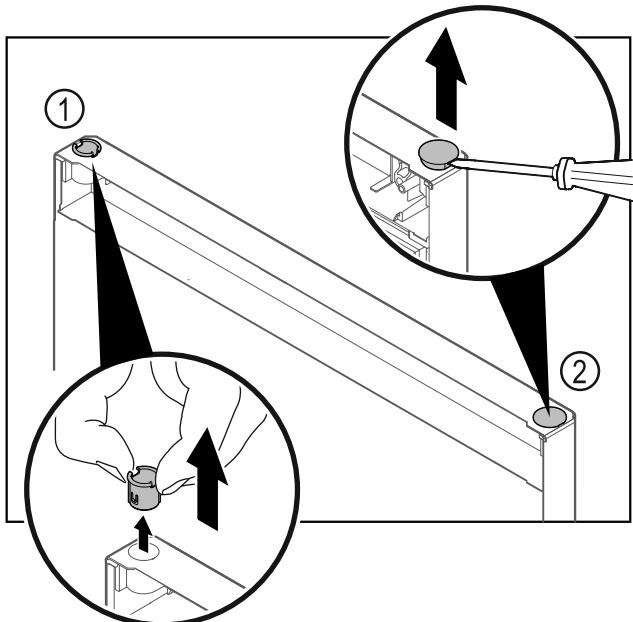

Fig. 27
- Izvelciet ar pirkstiem eņģes ieliktni Fig. 27 (1).
- Paceliet uzmanīgi ar plakano skrūvgriezi un izvelciet ārā nosedzošo aizbāzni Fig. 27 (2).